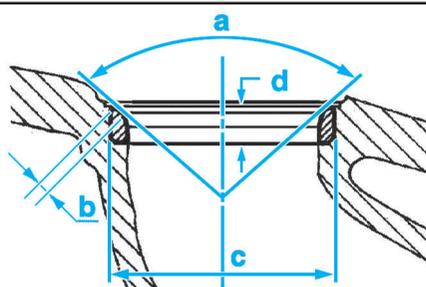

fig.2
- Caractéristiques des sièges de soupapes (fig.2).